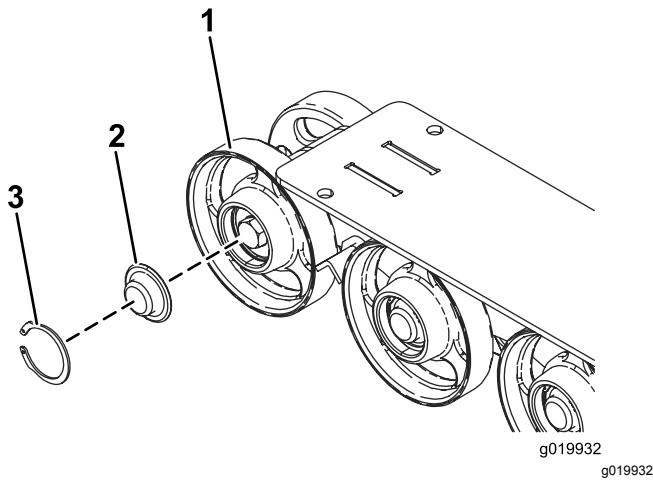

Figura 51
5. Retire o anel de retenção e a tampa da roda de estrada (**Figura 51**).
6. Verifique a lubrificação debaixo da tampa e em torno da junta (Figura 51). Se estiver suja, com grão ou retirada, limpe todo o lubrificante, substitua a junta e adicione novo lubrificante.
8. Coloque a tampa da roda de estrada lubrificada por cima do perno com cabeça (Figura 51).
9. Fixe a tampa da roda de estrada com o anel de retenção (Figura 51).